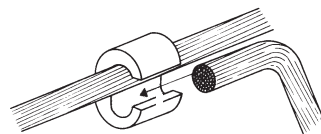

FIG. 2
- Posizionare il connettore sul conduttore passante (Fig. 2).
- Place the connector on the running conductor (Fig. 2).